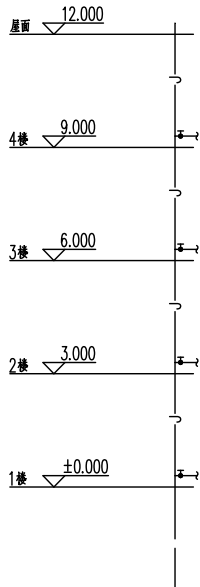

图 5-2 打开住宅参数素材
① 按 Ctrl+O 组合键,打开配套光盘提供的“第 5 章/5.1.3 住宅参数.dwg”素材文件,结果如图 5-2 所示。
② 输入 XGDL 命令按回车键,命令行提示如下: